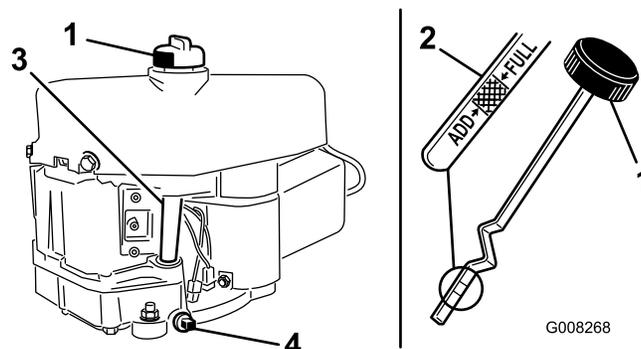

Bild 23
7. Reinigen Sie den Bereich um den Ölpeilstab (Bild 23), damit kein Schmutz in den Einfüllstutzen gelangen und den Motor beschädigen kann.
8. Schrauben Sie den Ölpeilstab los und wischen Sie das Metallende ab (Bild 23).
9. Schrauben Sie den Ölpeilstab vollständig in den Einfüllstutzen (Bild 23).
9. Nehmen Sie die Ölablassschraube ab, damit das Öl ablaufen kann (Bild 23).
11. Reinigen Sie den Bereich um den Ölpeilstab und drehen den Verschlussdeckel ab (Bild 23).
12. Gießen Sie ca. 80 % der angegebenen Ölmenge langsam in den Einfüllstutzen (Bild 23).